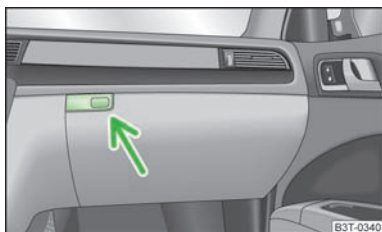

Abb. 88
- › Die Taste » Abb. 88 drücken, die Klappe klappt herunter.